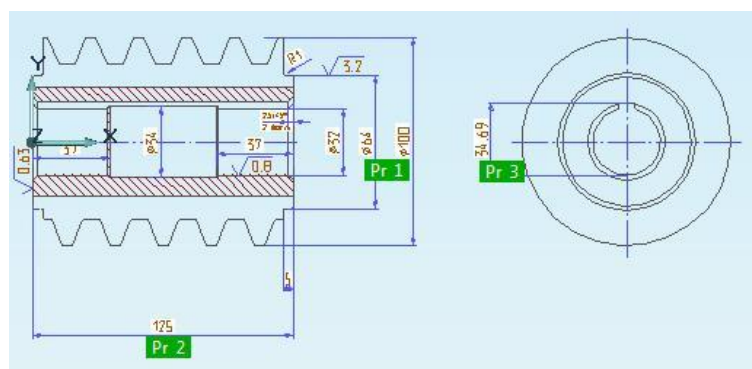

Рисунок 3
1.6 Разработка параметрической модели. Копируем чертеж, создаем новый документ и вставляем чертеж в этот документ. В параметрической модели главное определить, какие размеры будут изменяться и насколько! Удаляем некоторые размеры и получаем параметрический чертеж (Рисунок 3).